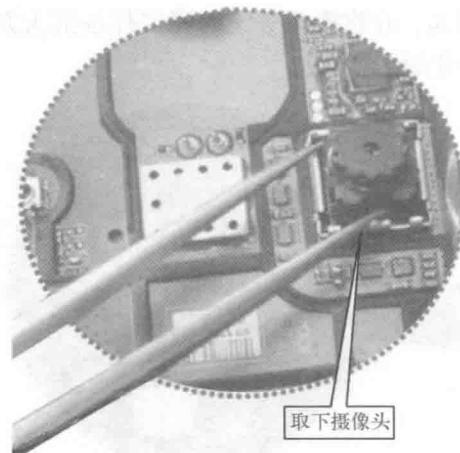

图 1-10 取下摄像头
(3) 用镊子夹住摄像头，轻轻摇动，即可将其取下，如图 1-10 所示。